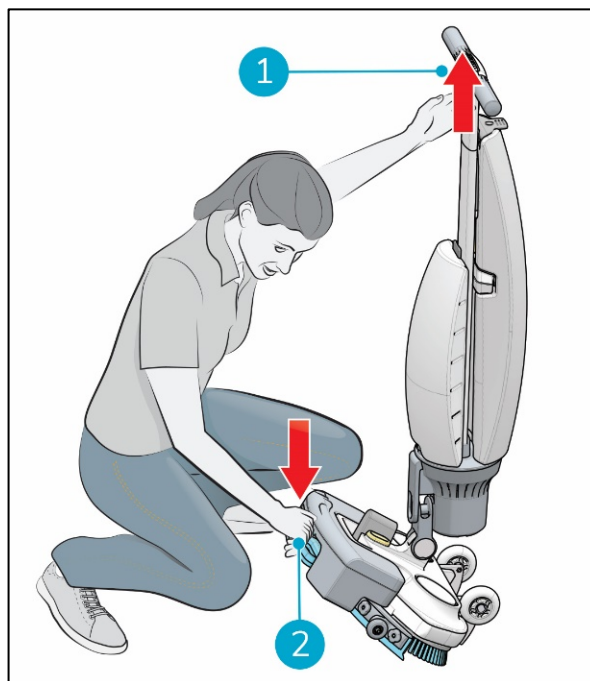

Abbildung 16
2. Gehen Sie in die Hocke und halten Sie dabei das Bürstendeck fest mit einer Hand (Figure 16, Pos. 2).
3. Schieben Sie den Griff mit der anderen Hand nach vorne (Figure 16, Pos. 1).